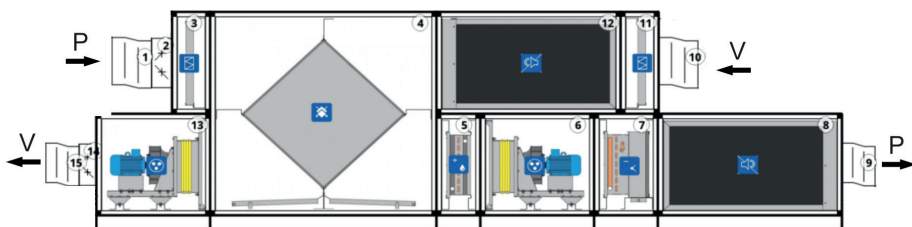

Рисунок 1
V.F-вставка гибкая фронтальная (поз. 1 рисунок 1);
KM.F - клапан ВКМ фронтальный (поз. 2 рисунок 1);
C.L.3 - фильтр кассетные EU3 (поз. 3 рисунок 1);
D.6.2R - бокс водяного нагревателя двухрядного (поз. 5 рисунок 1);
A.F.ПЦ.40.7,5.2 - бокс вентилятора (поз. 6 рисунок 1);
E.1.6R.1P - бокс фреонового охладителя шестирядного, двухпоточного (поз. 7 рисунок 1).
V.F-вставка гибкая фронтальная (поз. 9 рисунок 1);
H.2 - шумоглушитель (поз. 8 рисунок 1).